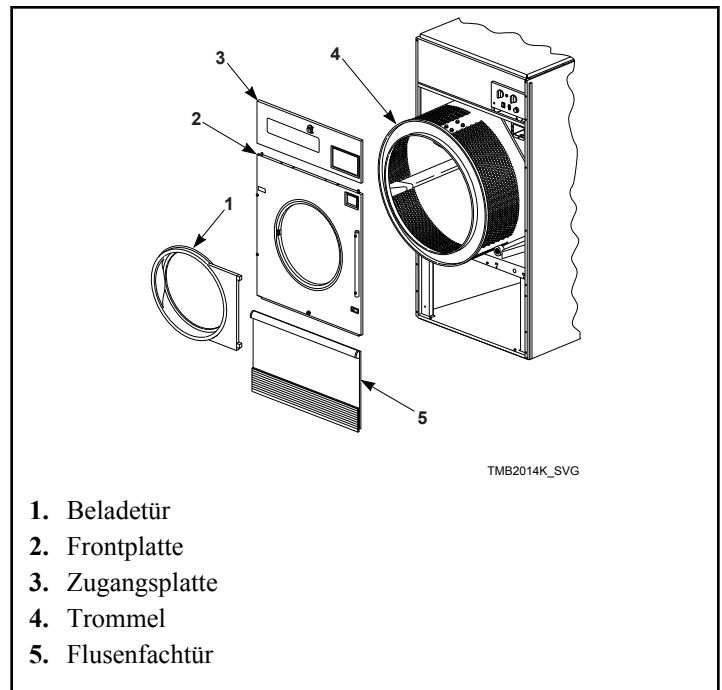

Abbildung 7
1. Beladetür, Zugangsplatte, Bedienfeld und Flusenfachtür entfernen. Siehe *Abbildung 7* .
5. Die Trommel durch die Vorderseite des Trockners herausziehen. Siehe *Abbildung 7*.